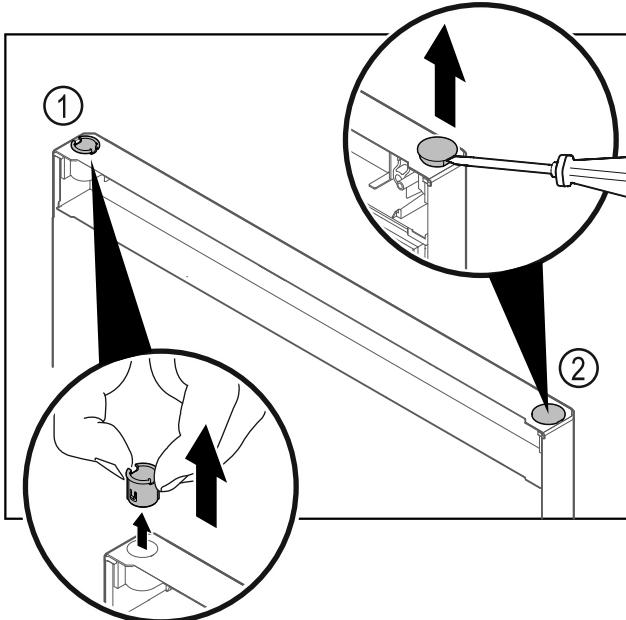

Fig. 30
- ▶ Izvucite čahuru šarke Fig. 30 (1) prstima.
- ▶ Odvijačem s ravnom glavom oprezno podignite čep Fig. 30 (2) i izvadite ga.